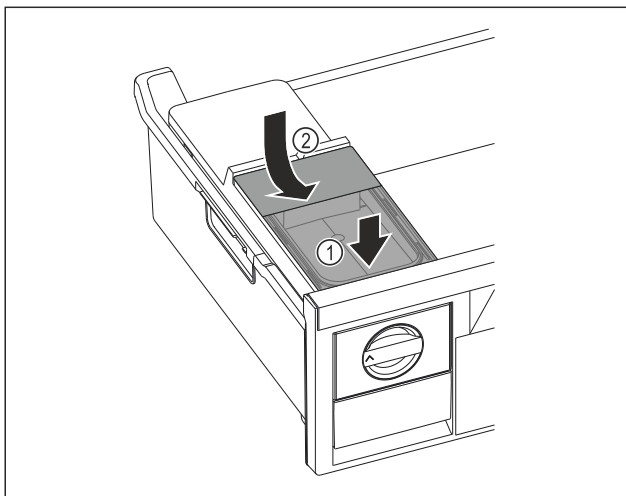

Fig. 70
- ▶ Установите бак для воды спереди Fig. 70 (1)
- ▶ Опустить бак для воды сзади Fig. 70 (2)